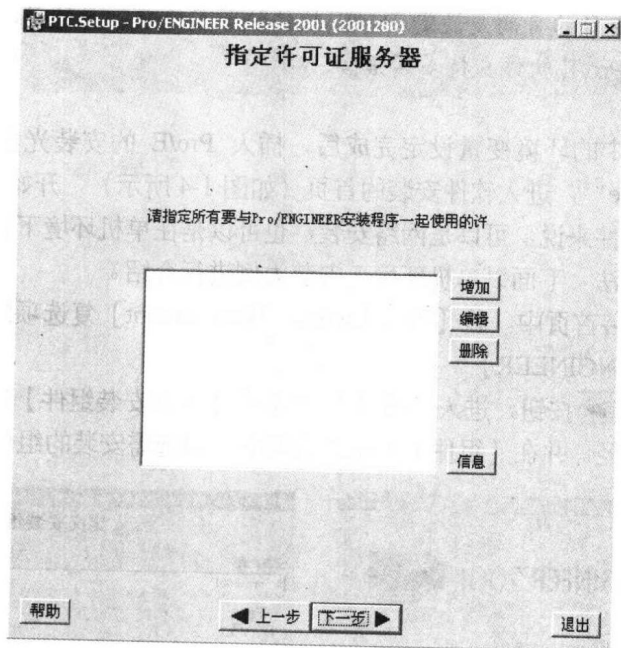

图 1-7 【指定许可证服务器】对话框
(9) 单击 **确定** 按钮, 出现【指定许可证服务器】对话框, 如图 1-7 所示。
- (12) 在硬盘中找到授权号文件后, 可以单击图 1-7【指定许可证服务器】对话框中的 **信息** 按钮, 来观看所授权的软件模块内容, 如图 1-9 所示。